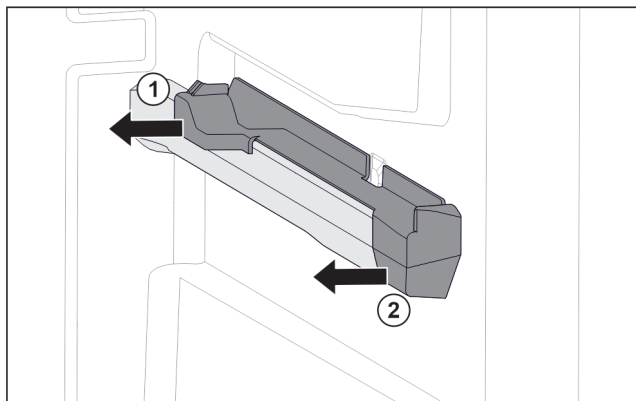

Fig. 45 Nasazovací díl na pravém žebrování na nádoby
- ▶ Stáhněte nasazovací díl vzadu na stranu. Fig. 45 (1)
- ▶ Stáhněte nasazovací díl vpředu na stranu. Fig. 45 (2)